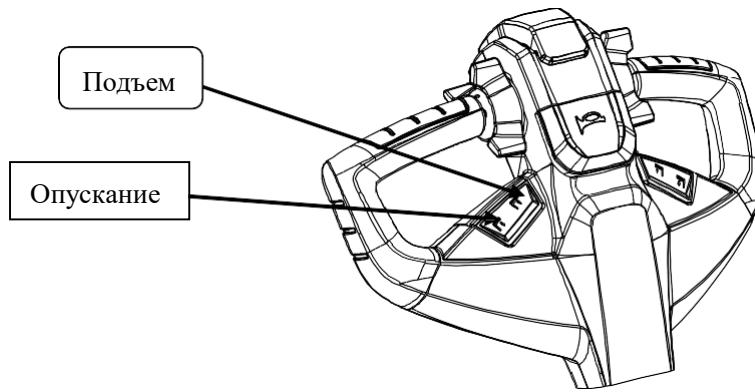

Рис. 1
- Нажмите на кнопку подъема вила (см. рисунок 1).